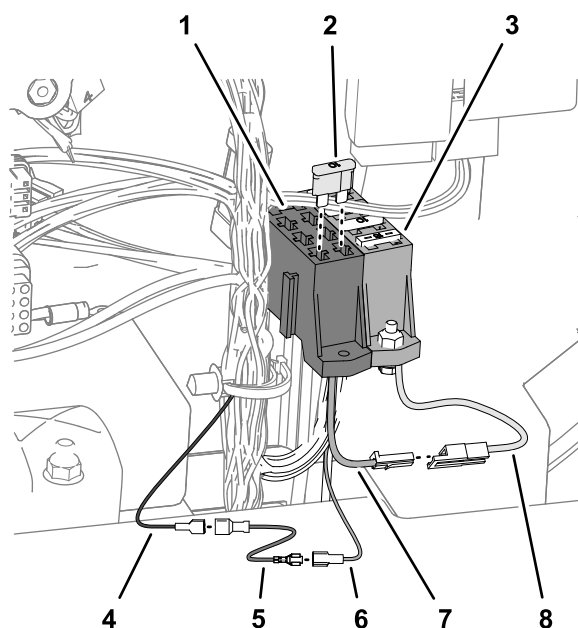

図 42
- 追加のワイヤハーネスヒューズブロック P/N 92-2641 を、既存のヒューズブロックに組み付ける図 42。
- 追加のワイヤハーネスヒューズブロック P/N 92-2641 を、既存のヒューズブロック図 42 に組み付ける
3. キースタートハーネスP/N 107-0672を、ハーネスヒューズブロックP/N 92-2641のワイヤ 図 42 に以下のように組み付ける
4. キースタートハーネスP/N 107-0672を、ポラートラックキットハーネスの補助電源ワイヤ 図 42 に以下のように組み付ける
5. ヒューズブロックにヒューズ 10 A を取り付ける 図 42。